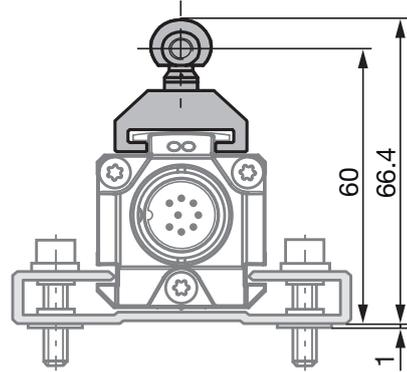
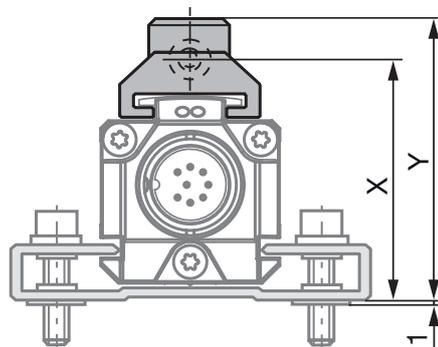
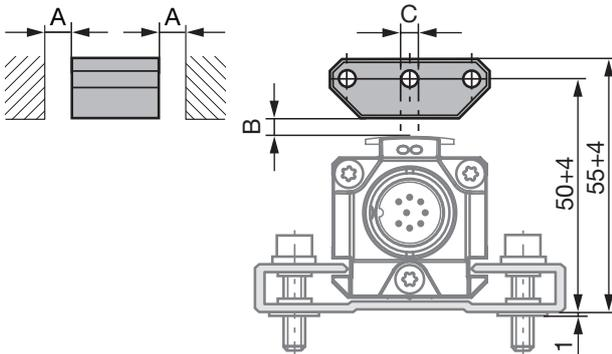
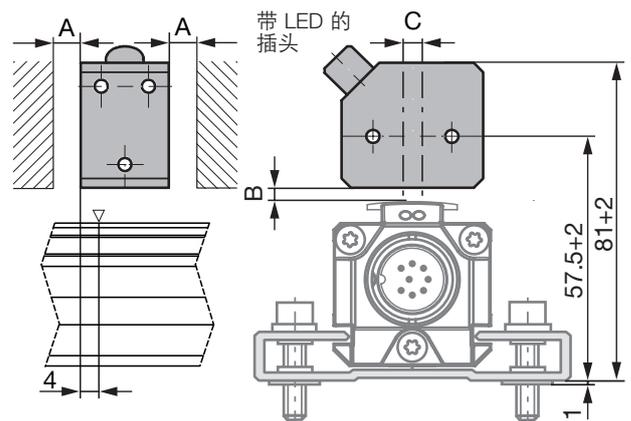

图 4-1: BTL5-F-2814-1S 磁环的尺寸和距离
图 4-3: BTL5-M/N-2814-1S 磁体的尺寸和距离
图 4-4: BTL5-P-3800-2 磁体的尺寸和距离
图 4-8: BTL5-P-4500-1 电磁体的尺寸和距离 (24 V/100 mA)
i 型材外壳中的 BTL 适用于浮动式（即，非接触式磁体）（参见图 4-4 图 4-8）和引导式磁体（参见图 4-1 至图 4-3）。
- 确保磁体与可磁化材质部件之间的距离 A 至少为 10 mm (参见图 4-4 至图 4-8)。
- 磁体和 BTL 之间的距离 B 和中心偏移 C 应保持下列数值 (参见图 4-4 至图 4-8):
i 测量范围向 BTL 插头偏移 4 mm (参见图 4-8)。